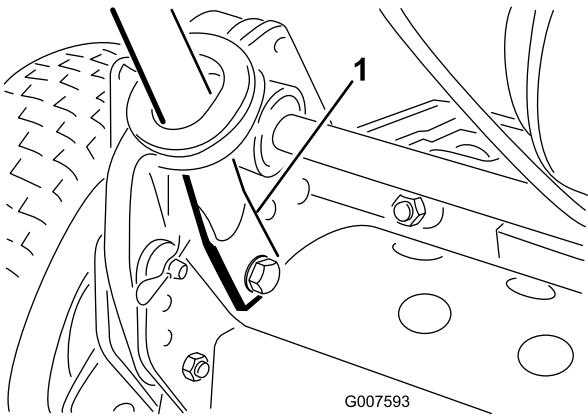

Figura 3
- Apriete los extremos del manillar hacia dentro e instálelos sobre los pasadores de montaje (Figura 3).
- Sujete los extremos del manillar a los pasadores de montaje con los pernos, las arandelas y las arandelas de freno que retiró anteriormente (Figura 3).
- Sujete la parte inferior de los brazos del manillar a cada lado del cortacésped con los pernos y las contratuerzas que retiró anteriormente (Figura 3). Asegúrese de instalar los casquillos en los taladros de montaje de los brazos del manillar.
- Sujete los brazos del manillar a la parte de atrás del bastidor con los pasadores de horquilla y los pasadores de anilla que retiró anteriormente (Figura 3).